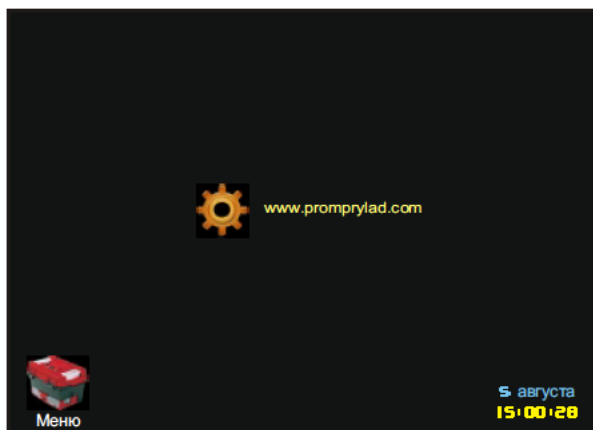

Рис. 1. Заставка
6.2 После подачи напряжения питания на экране контроллера появляется заставка с пиктограммой "Меню" и отображением даты с реальным временем (Рис. 1).
6.3 При необходимости установить дату или реальное время нажмите на их изображение в нижнем правом углу экрана (Рис. 1) и заполните появившуюся таблицу с помощью пиктограмм: